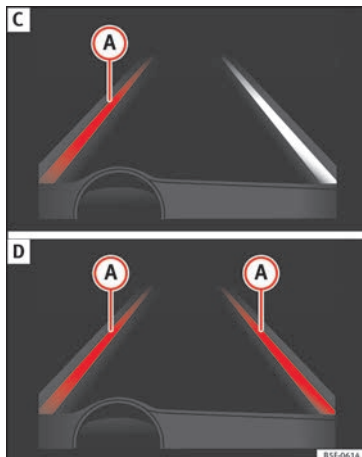

Fig. 190 No ecrã do painel de instrumentos: Indicação no ecrã do sistema de aviso de saída da via de circulação (exemplo 2).
- O sistema está a funcionar, a linha destacada **A** indica que havia risco de ultrapassar involuntariamente a linha da via de circulação e está a atuar sobre a direção para corrigir a trajetória » **Fig. 190 C**.
- As duas linhas destacadas **A** acendem-se de forma alternada quando as duas linhas de via de circulação são reconhecidas e está ativada a função de guia da via de circulação » **Fig. 190 D**.